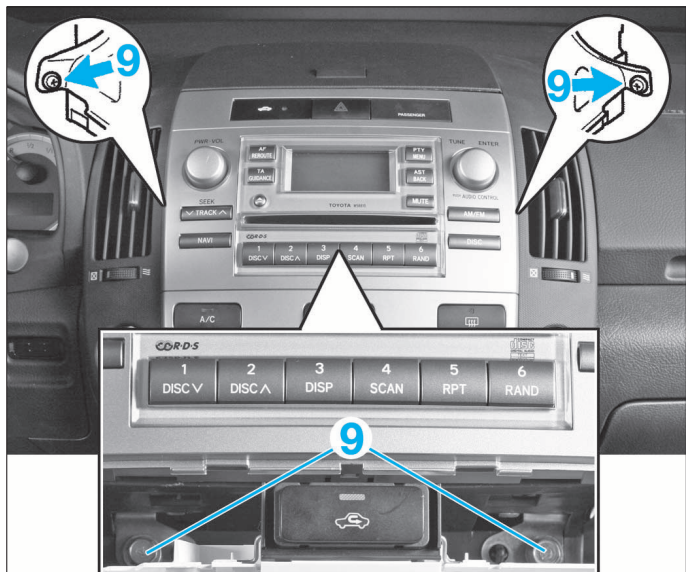

FIG. 21
- Déposer les vis de fixation (9) puis décliper avec précaution l'autoradio (fig.21).